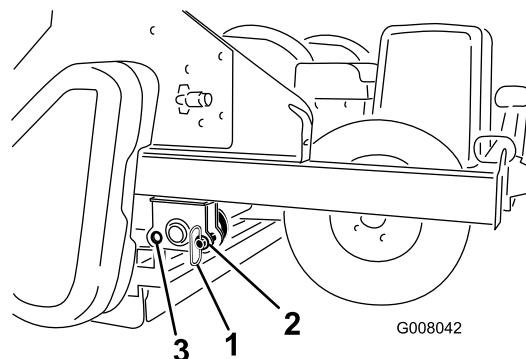

Figure 20
- Sortez les goupilles de remisage des trous avant et insérez-les dans les trous arrière en cours de fonctionnement (Figure 20).